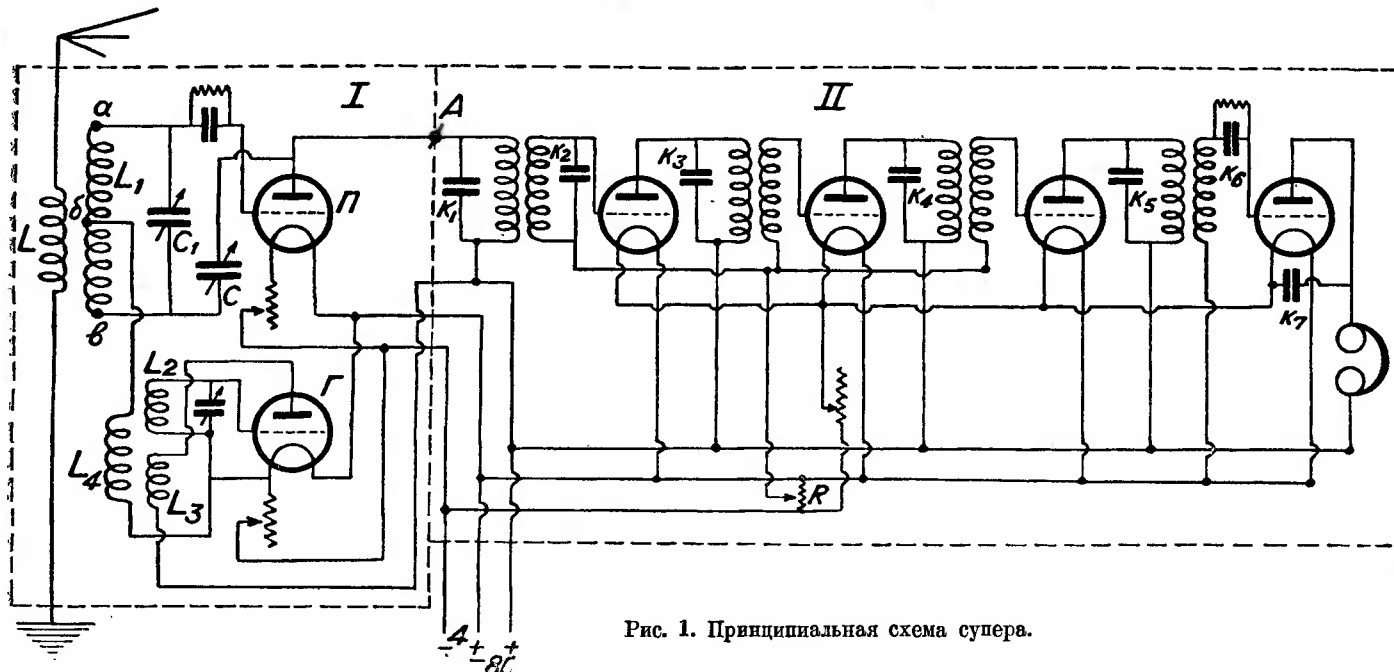

Рис. 1. Принципиальная схема супера.
На рис. 1 изображена принципиальная схема первой (I) и второй (II) частей приемника, каждая из которых для ясности очерчена пунктирными линиями. Обе части приемника, как видно из схемы, имеют общие батареи питания, а следовательно, и соответствующие этой цели три вывода проводов, в остальном же схема их имеет только одну общую точку А. Прежде чем перейти к подробному описанию отдельных деталей схемы, про первую (I) ее часть нужно сказать, что в том случае, когда при работе пользуются антенной, последняя связывается с приемником индуктивно, через катушку L с катушкой L_1 , находящейся в контуре сетки приемной лампы II (1-й де-